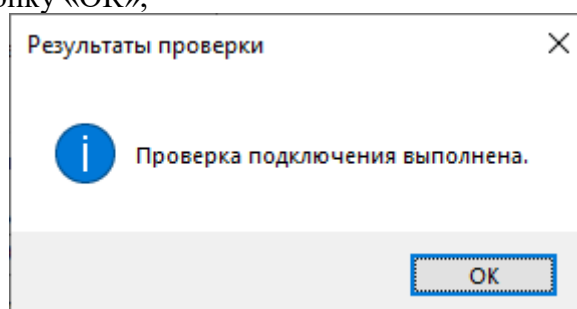

Рисунок 3.1.14
- нажать кнопку «Проверить подключение». В случае корректно созданного соединения и корректно введенных данных должно появиться окно с сообщением: «Проверка подключения выполнена» (см. Рисунок 3.1.14). Нажать кнопку «ОК»;